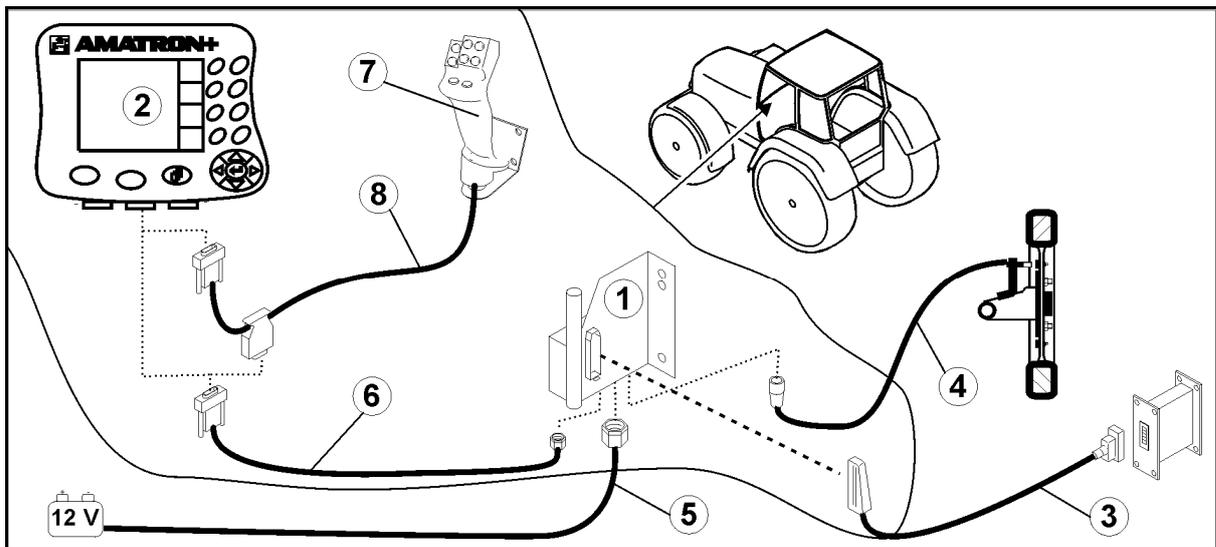
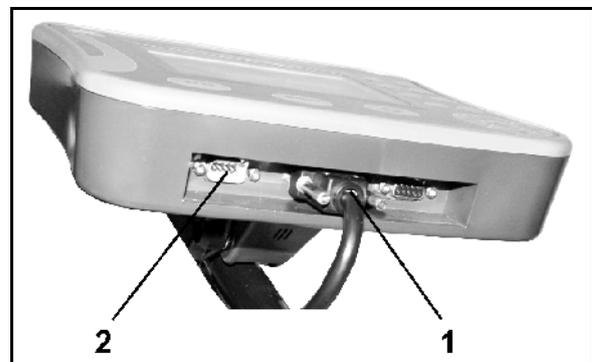

Fig. 1
Fig. 2
- Die Traktorgrundausrüstung (Fig. 1/1, Konsole mit Verteiler) muss im Sicht- und Griffbereich rechts vom Fahrer schwingungsfrei und elektrisch leitend an der Kabine montiert werden.
- Das Batterieanschlusskabel (Fig. 1/5).
- Signalkabel der Traktorsignal-Steckdose oder Wegstreckensensor (Fig. 1/4).
- Verbindungskabel zum **AMATRON⁺** (Fig. 1/6).
- Den **AMATRON⁺** (Fig. 1/2) auf die Traktorgrundausrüstung stecken.
- Den Stecker vom Verbindungskabel (Fig. 1/6) in die mittlere 9-polige Sub-D-Buchse (Fig. 2/1) einstecken.
- Die Maschine über den Maschinenstecker (Fig. 1/3) mit dem **AMATRON⁺** verbinden.
Der Multifunktionsgriff (Fig. 1/7) wird über ein Y-Kabel (Fig. 1/8) angeschlossen.
- Die serielle Schnittstelle (Fig. 2/2) ermöglicht den Anschluss eines PDA.